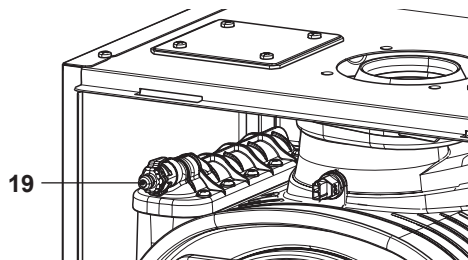

Figura 6.4
- Prima di allentare il raccordo di sfiato scambiatore primario condensante 19 in Figura 6.4 collegare un tubicino di scarico al portagomma per far defluire l'acqua in uscita.